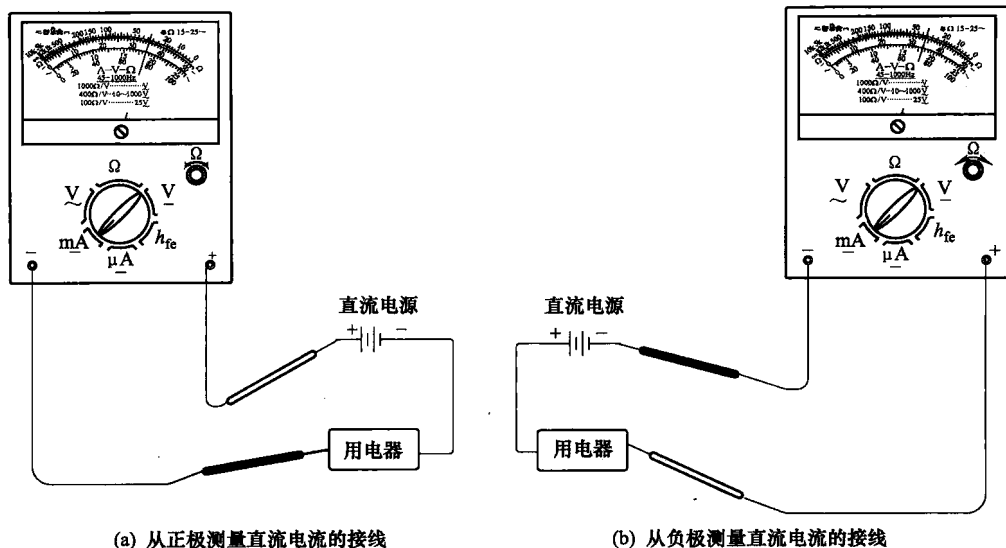

图 1-9 直流电流的测量
① 表针机械零位应准确。
② 若已知电流的大致数值，选用大于该值而且又与之相接近的一挡；若不知被测电流的大小，可先用电流最高挡试测，根据试测值大小再换用适当挡位测量。原则是要使表针偏转角度尽可能大。
③ 从设备接直流电源的一端断开电源线。
④ 在正极（“+”极）测量时 [见图 1-9(a)], 红表笔接电源的“+”极; 黑笔接用电器的“+”极 (进)。在负极（“-”极）测量时 [见图 1-9(b)], 红表笔接用电器的“-”极 (出); 黑笔接电源的“-”极。
⑤ 测量直流电流的接线时, 红表笔接电流流进的一端, 黑表笔接电流流出的一端。